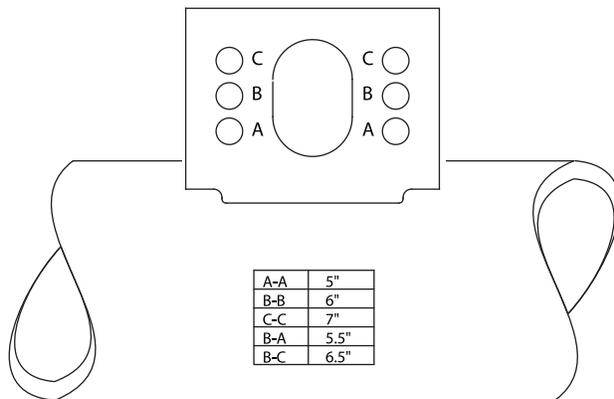

Figura 5. Agujeros de montaje para matraca
1. Cuando las cámaras de frenos sean instaladas, se deben de utilizar los agujeros de montaje correctos para que coincidan con la longitud de la matraca (ver figura 5).